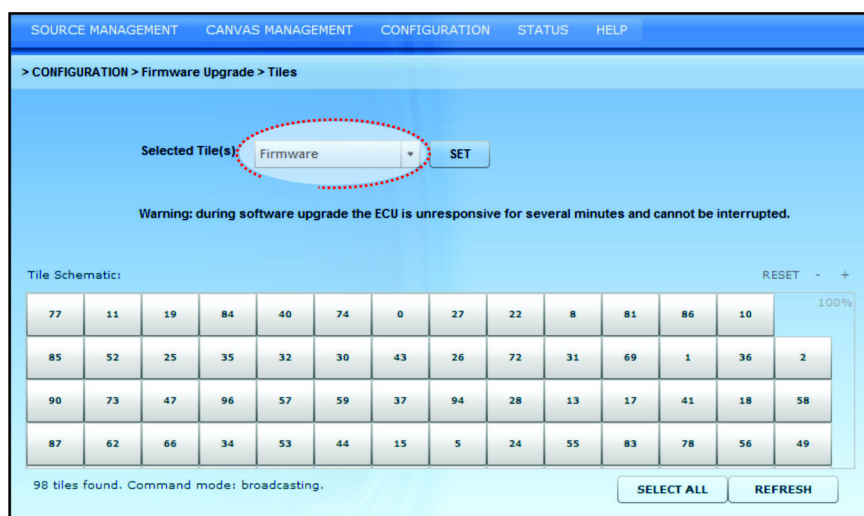

Рис. 3-40 Обновление встроенного программного обеспечения ячеек
- b. Выберите **Встроенное программное обеспечение** в меню **Выбранные ячейки** (Рис. 3-40) и нажмите кнопку **Задать**. Сначала необходимо обновить встроенное программное обеспечение, и только после этого — FPGA. **ПРИМЕЧАНИЕ.** *Встроенное программное обеспечение или аппаратное обеспечение можно обновлять сразу на нескольких ячейках или ECU. Информация об обновлении аппаратного обеспечения приведена в разделе 3.10.5 Обновление аппаратного обеспечения на стр. 3-43.*